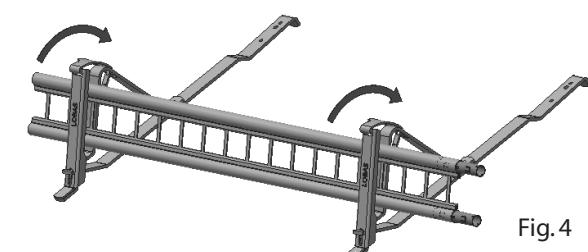

Fig. 4
3. Låseklemmen vippes opp og presse ned i firkanthull i konsoll. **NB! Gi låsen et slag til slutt slik at knasten går i inngrep i hullet (Fig. 4)**